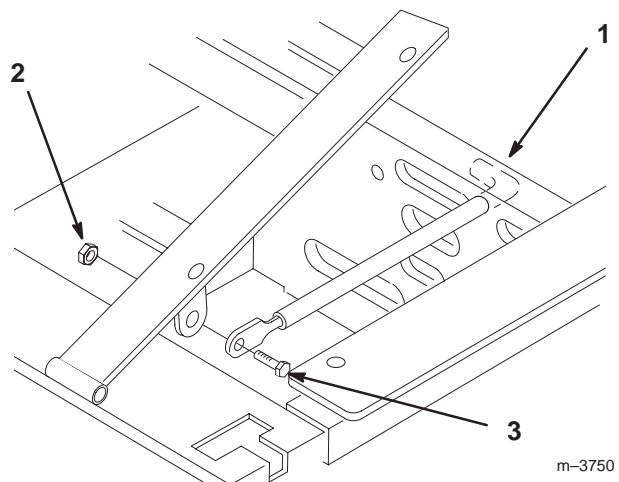

Abbildung 2
4. Den Sitz hochkippen. Die 8 mm (5/16") Sicherungsmutter von der Schraube entfernen, mit der die Sitzhaltestange am Sitzrahmen befestigt ist (Abb. 2).
5. Die Haltestange vom Sitz entfernen und das "L"-förmige Ende der Stange in das Loch direkt über den Befestigungsteilen der linken Hydraulikpumpe stecken (Abb. 2).
6. Die Sitzhaltestange auf der Außenseite des Montageansatzes des Sitzrahmens positionieren und mit 5/16-18 x 1" (26 mm) Schraube und 5/16" (8mm) Sicherungsmutter (Abb. 2) befestigen.